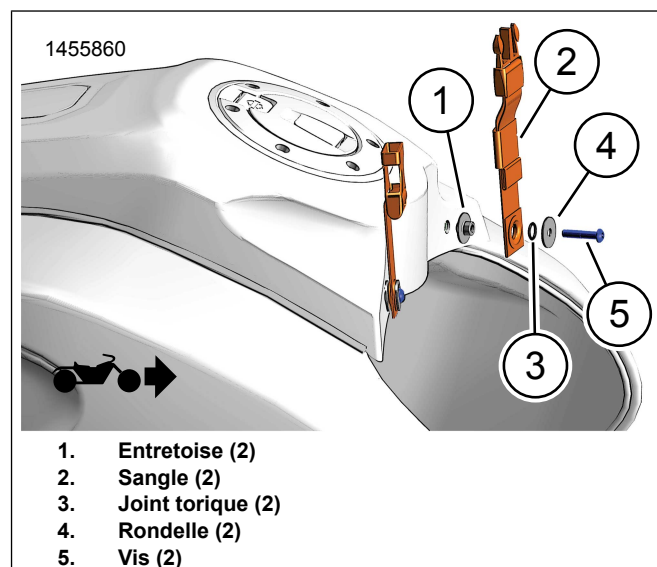

Figure 3. Installation de la sangle avant
1. Figure 3 Installer les sangles de montage avant sur la console du réservoir.
- a. Figure 3 Installer l'entretoise (1), la sangle de montage (2), le joint torique (3), la rondelle (4) et la vis (5).